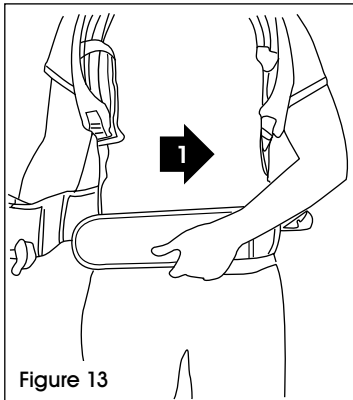

Figure 13
- Serrez la ceinture jusqu'à ce qu'elle soit sécurisée et confortable. (Voir Figure 13)